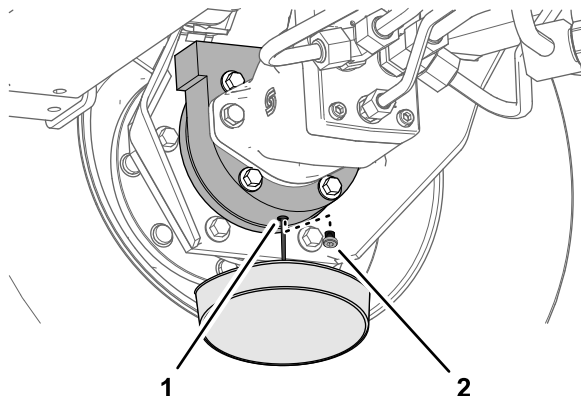

Figura 140
6. Coloque un recipiente debajo del alojamiento del freno, retire el tapón de vaciado y deje que se drene el aceite totalmente (Figura 140).